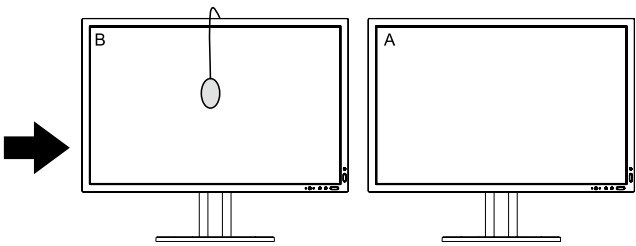

图 C.2
7. 当希望确认显示器 B 的白点时，从源显示器 A 上取下 USB 传感器并将其置于显示器 B 的中心 ( 图 C.2 )。若要跳过显示器 B 的白点确认，请按 “SELECT” 键转至步骤 9 进行 FINE TUNING ( 细调 )。